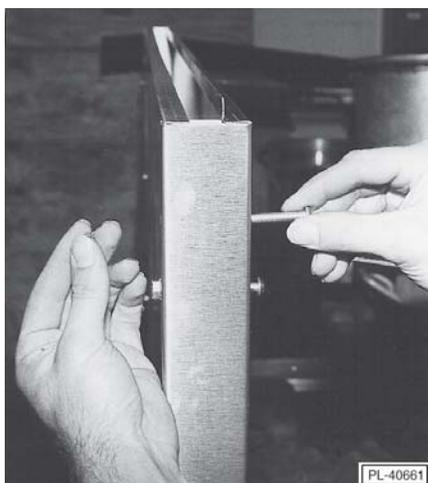

Fig. 13
7. Par l'avant de l'appareil, poser quatre vis à métaux de 1/4-20 x 59 mm (2 5/16 po) de longueur et fixer solidement les boulons au moyen de contre-écrous. Ne pas serrer les vis au maximum. Maintenir un jeu d'environ 6 mm (1/4 po) pour chaque vis (Fig. 13).